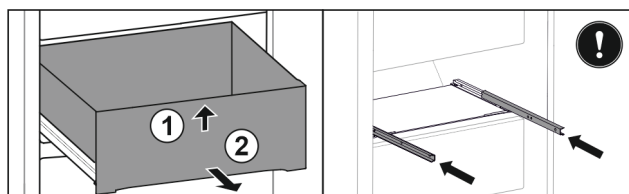

Fig. 53
- ▶ Nadzvedněte zásuvku vpředu. Fig. 53 (1)
- ▶ Vyjměte zásuvku dopředu. Fig. 53 (2)